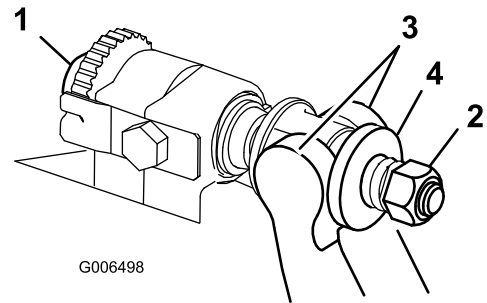

Figure 29
1. Tournez les vis de réglage de la barre d'appui dans le sens antihoraire pour éloigner la contre-lame du cylindre (Figure 29).
2. Dévisser l'écrou de tension du ressort jusqu'à ce que la rondelle ne soit plus en appui contre la barre d'appui (Figure 29).